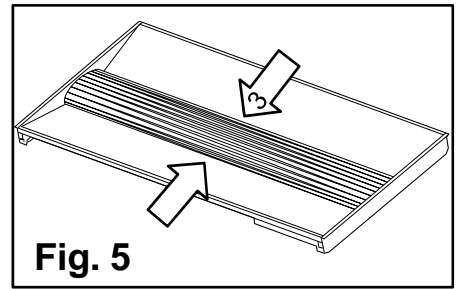

Fig. 5
1. Aprieta a lo largo del **lente** (#3) para quitarlo (**Fig. 5**).
5. Presione el **lente** (#3) nuevamente en su lugar (**Fig. 5**).